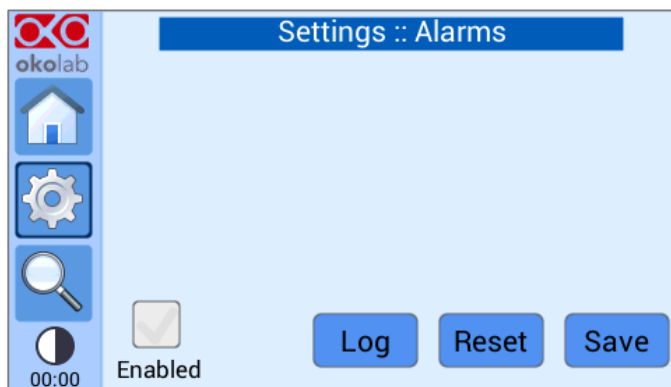

Figura 60. Página de Alarmas cuando las alarmas están desactivadas
- 6 Para desactivar las alarmas visuales y acústicas, desmarque la opción *Habilitada*. En este caso la página de Alarmas aparecerá tal y como se muestra en la figura 60.